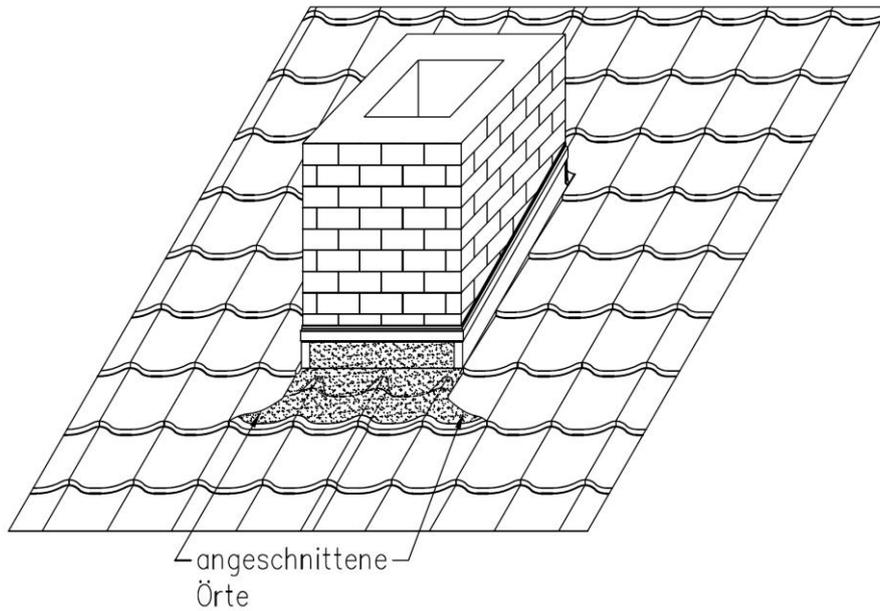

Abb. 17f: Einbau der oberen Tafeln
- Die obere Tafel wird nach den Gegebenheiten ausgeschnitten und gemäß Abb. 17f - einschließlich der relevanten Dichtungen - eingebaut.
Man empfiehlt die obere Tafel in den Ecken anzuschneiden (siehe Abb. 17f) und das in dem Fall, wenn das gefaltete Band visuell sichtbar wird. Auf Wunsch ist es auch möglich, das gefaltete Band durch Abkantung – parallel zur Traufe - zu bedecken, wobei in diesem Fall empfiehlt man, die obere Tafel der Dachdeckung in den Ecken nicht anzuschneiden.